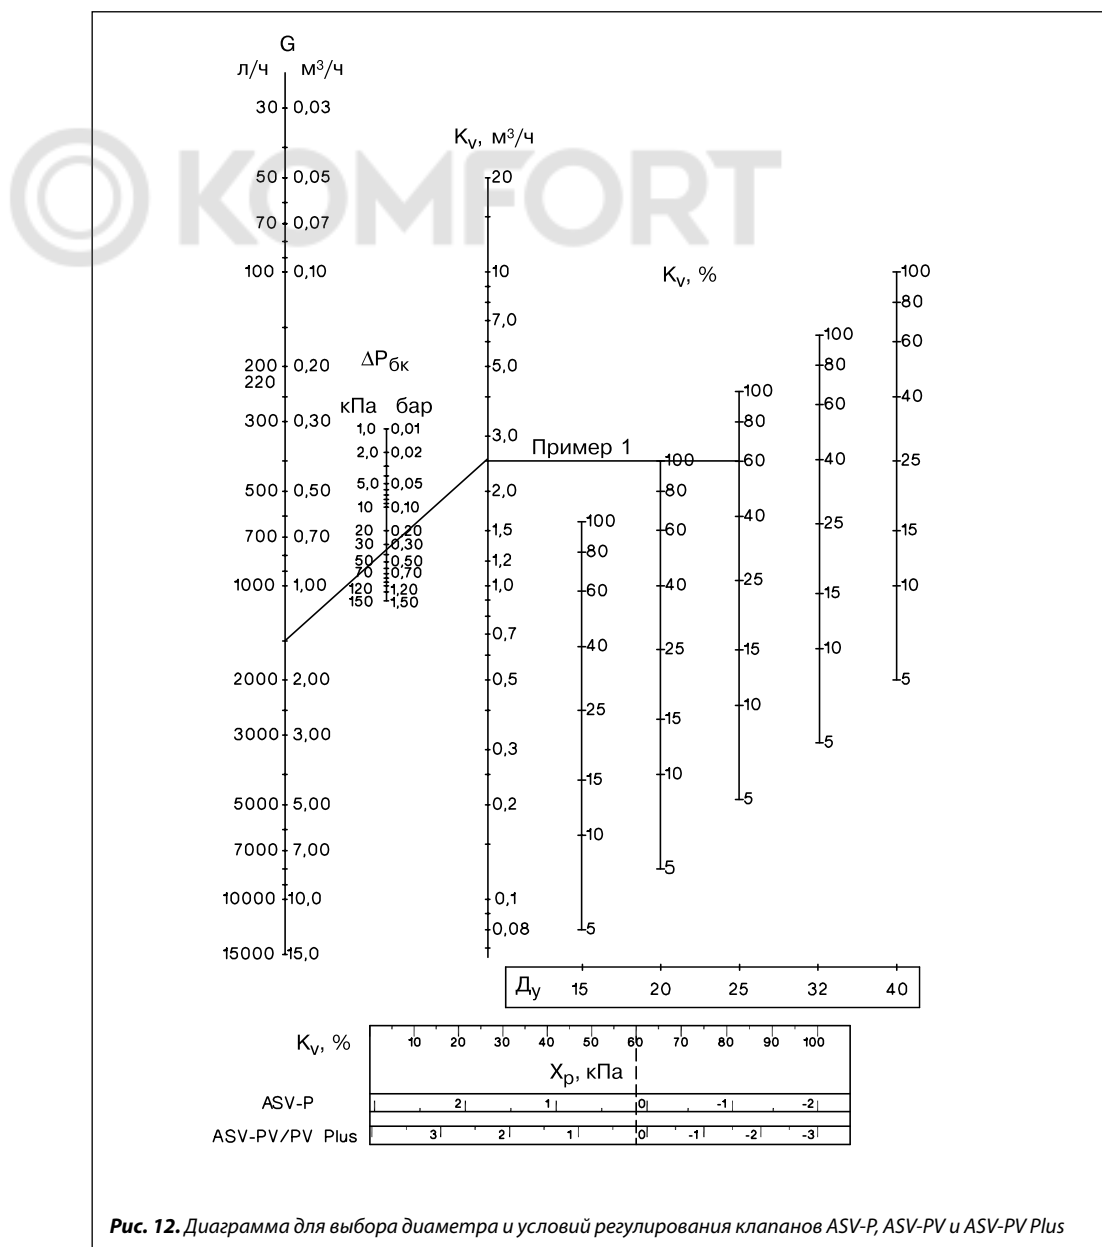

Рис. 12. Диаграмма для выбора диаметра и условий регулирования клапанов ASV-P, ASV-PV и ASV-PV Plus
6. Условия работы клапана определяются по диаграмме (рис. 12), для чего точка $1,5 \text{ м}^3/\text{ч}$ на шкале расхода G соединяется линией с точкой 0,36 бар на шкале потерь давления в балансировочном клапане $\Delta P_{\text{БК}}$. Затем эту линию продлить до шкалы K_v , где читается требуемая пропускная способность клапана ASV-PV, равная $2,5 \text{ м}^3/\text{ч}$. Далее от этого значения K_v проводится горизонтальная линия до пересечения с вертикальной шкалой значений K_v в % для клапана принятого диаметра $D_y = 25 \text{ мм}$, где видна степень его открытия — 60%. На шкале, внизу диаграммы, напротив величины K_v в %, можно